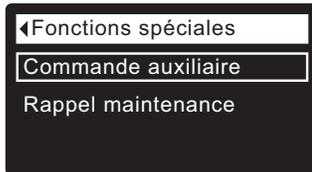

FIG. 83
1. À partir d'un écran d'état dynamique, appuyez sur le sélecteur (O) pour afficher le **Menu principal**.
3. Appuyez sur le sélecteur (O) pour afficher le menu des fonctions avancées.
5. Appuyez sur le sélecteur (O) pour afficher le menu des fonctions spéciales (cf. Figure 83).
9. Appuyez sur le sélecteur (O) : l'afficheur revient au menu des fonctions spéciales (cf. Figure 83).